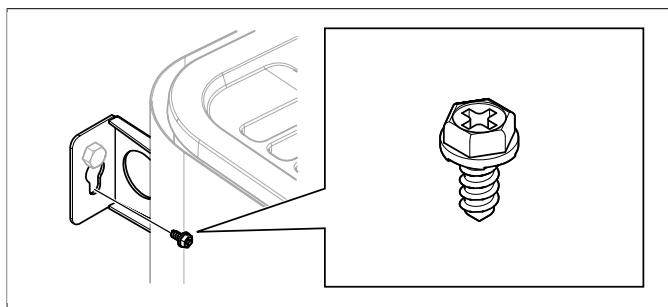

Fig 13: Konsolens låsskruv
- Lås aggregatet på plats med låsskruven se **Fig 13**, sidan 5.